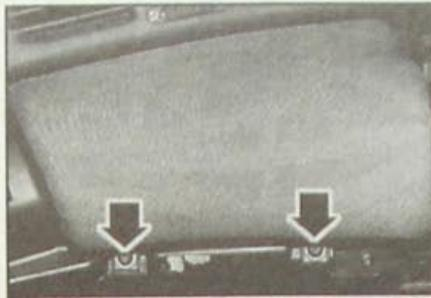

Рис. 13.39. Расположение винтов крепления крышки со стороны водителя
• Снимите крышку со стороны водителя (рис. 13.39).